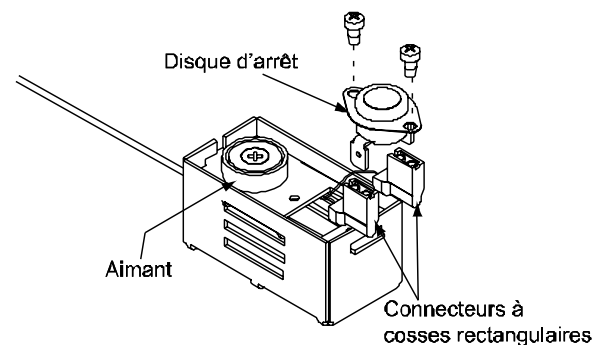

Figure 22.1
4. Tirez le disque d'arrêt et les connexions à cosses rectangulaires vers le haut pour les sortir du support comme illustré à la **Figure 22.1**